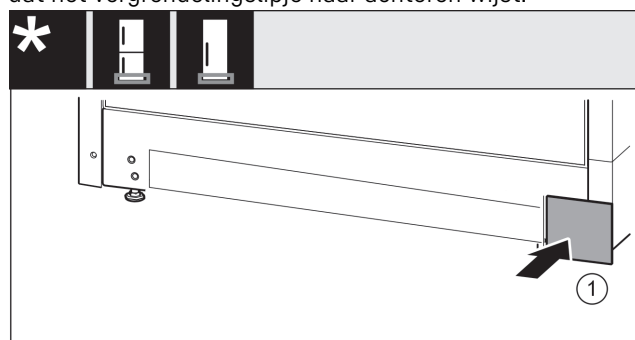

Fig. 17
- Afdekking Fig. 17 (1) van de andere zijde weer er in steken.